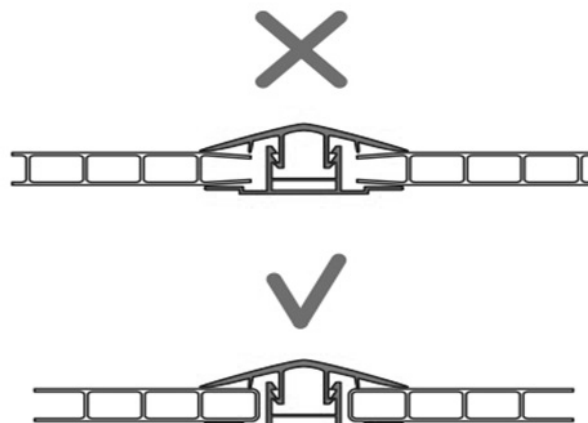

Рис. 14 Установка панели в стыковочный профиль. Правильный и неправильный варианты.
Для крепления краев панелей сотового поликарбоната предназначено несколько видов профилей, которые можно использовать в различных комбинациях, обеспечивая тем самым оптимальную адаптацию панелей к специфическим условиям конструкции. Все профили могут изгибаться с минимальными радиусами сгибания панелей поликарбоната без применения специального оборудования. Поликарбонатные профили совместимы с панелями сотового поликарбоната как по цвету, так и по механическим свойствам (имеют тот же радиус изгиба, термическое расширение и т.д.). При закреплении панелей важно, чтобы край листа заходил в профиль так, чтобы не менее одного ребра находилось в зоне зажима (рис. 14). В то же время нельзя устанавливать профиль до упора: необходимо оставить зазор на термическое расширение в зависимости от ширины панели.
2. К закрепленной базе профиля прикладывается, отмеряется и отрезается панель сотового поликарбоната с учетом термических зазоров. При этом необходимо делать разрез вблизи ребра жесткости панели, что в дальнейшем обеспечит надежное крепление профилем (см. рис. 14).